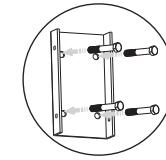
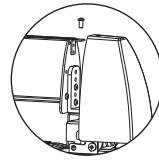

图5
图7
- 2 把墙壁固定件安装到墙壁上(根据墙壁的材质选择配件中的螺丝, 配件7适用于混凝土墙壁, 配件8适用于木板墙壁)如图5。然后, 把支杆总成安装到墙壁固定件上, 以螺丝(配件5)紧固, 再将安装支架(已安装于投影机上)扣在角度调节器的挂扣上, 然后装上(配件④)螺丝, 如图6。把顶盖套入安装前端, 紧固螺丝(配件6), 如图7。